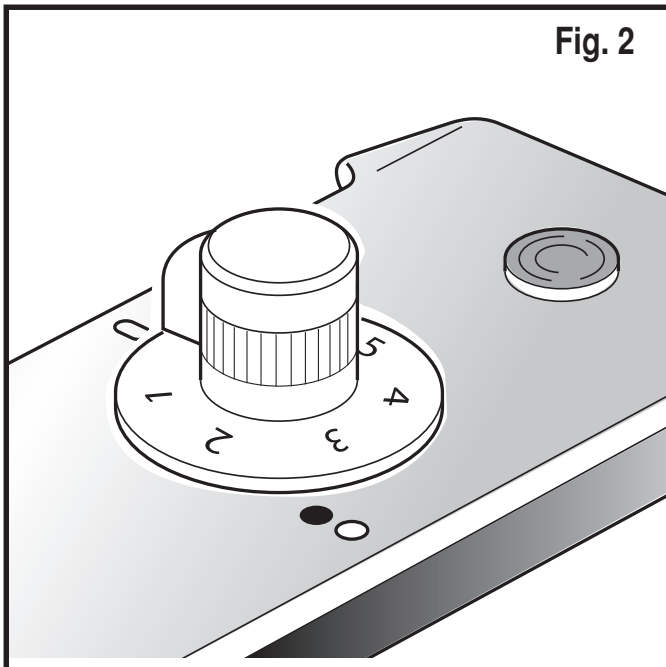

**Fig. 1**
The electric grill consists of some elements which must be mounted in the following order: 1. dripping tray - 2. heating elements - 3. internal support - 4. lava rock basket - 5. grills (fig. 1). Spread the lava rock uniformly in the stainless steel basket and, when cooking is over, leave the grill on for a few minutes until the grease absorbed by the lava rock is burnt.
*Le gril électrique est composé des éléments ci-après qui doivent être montés dans l'ordre suivant: 1. lèchefrite - 2. résistances électriques - 3. support interne - 4. panier pour pierre de lave - 5. grilles (fig. 1).*